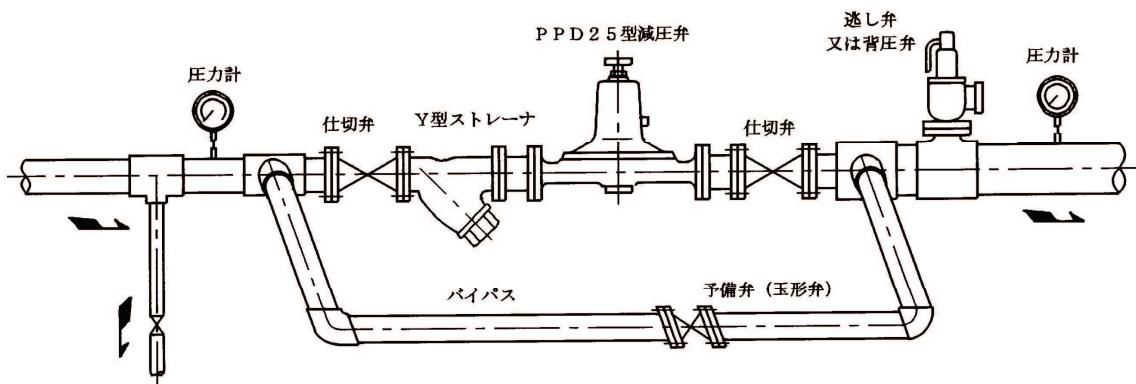

図 2 配管例図
- 配管に際しては配管例図(図 2 参照)に示すように必ず Y 型ストレーナ、迷し弁または、背圧弁及び予備弁(玉形弁)を備え、さらに前後弁(仕切弁)と圧力計を取り付けるようご計画ください。
- 3.4 配管に際しては図 2 の配管例図に示すように必ずY型ストレーナ、逃し弁又は背圧弁及び予備弁(玉形弁)を備え、更に前後弁(仕切弁)と圧力計を取り付けるようご計画ください。